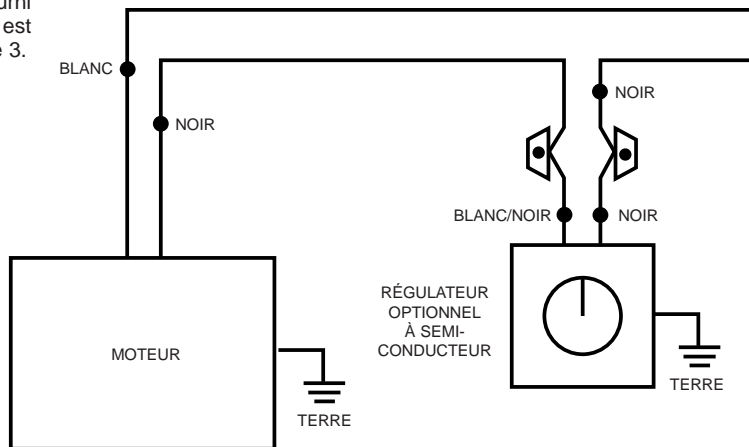

Figure 5
*Ce ventilateur est commandé par une tirette à 3 vitesses, 0-Arrêt, 1-Basse, 2-Moyenne, 3-Élevée. Se reporter à la figure 5.
7. Fixez les trois lames, leur côté incurvé en dessous vers le moteur, avec la cale d'isolation montée entre pale et ventilateur. Assurez-vous que le support de pale est à plat contre la plate-forme de moteur quand vous serrez les écrous de pales pour une bonne fixation (voir la Figure 5).
IMPORTANT CONSEIL : Il est important de remarquer la bonne position d'installation des serre-câbles comme illustré en Figure 5. Pour obtenir la meilleure force de maintien, installez la section étrier de l'attache en fin de câble ou sur sa petite partie, en chevauchant le grand morceau du câble. Une installation incorrecte réduit l'efficacité du raccordement jusqu'à 40%.